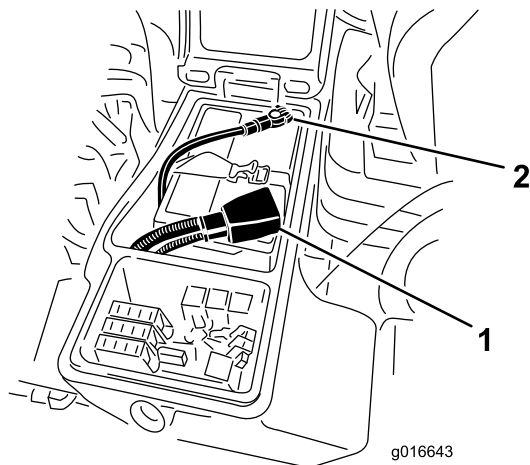

図 62
4. 赤い (+) ケーブルをバッテリーの (+) 端子に、黒いケーブル (-) はバッテリーの (-) 端子に固定する (図 62) ケーブルはキャップスクリューとナットで各電極に確実に固定すること。プラス端子が電極に十分にはまり込んでいること、ケーブルの配線に無理がないことを確認する。ケーブルとバッテリーカバーを接触させないこと。ショート防止のために (+) 端子にゴムキャップをかぶせる。